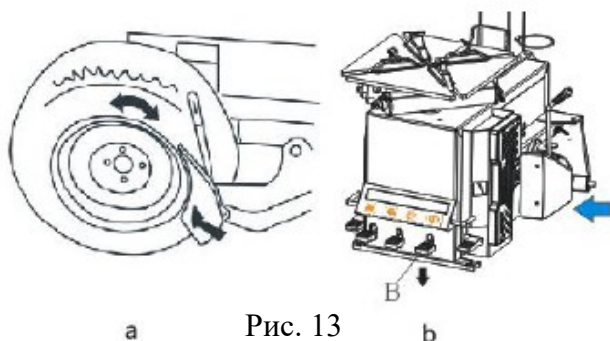

Рис. 13
- Поместите шину между отжимной лопаткой и резиновым буфером и удерживать лопатку между бортом и ободом, около 1 см до борта (Рис. 13-а). Надавите на педаль управления отжимным цилиндром В (рис. 13-б), пока шина не отойдет от обода.